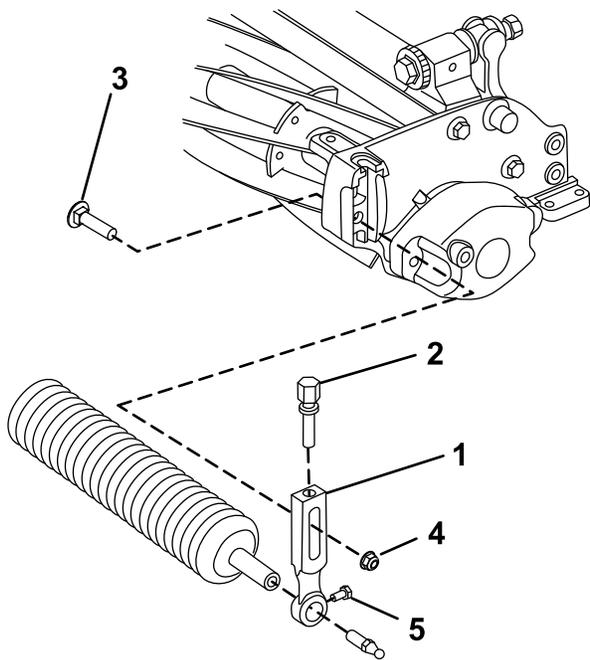

Figura 3
1. Retire el perno avellanado, la tuerca y la tuerca con arandela prensada que sujetan uno de los brazos de ajuste de la altura de corte a la chapa lateral de la unidad de corte (Figura 3).
corte y las fijaciones retiradas anteriormente (Figura 3).
7. Apriete los tornillos de montaje del rodillo (Figura 3).
2. Afloje los tornillos de montaje del rodillo de los brazos de ajuste de la altura de corte (Figura 3).
3. Introduzca el eje del rodillo en el brazo de ajuste de la altura de corte del otro lado de la unidad de corte (Figura 3).
4. Coloque el brazo de ajuste de la altura de corte sobre el eje del rodillo (Figura 3).